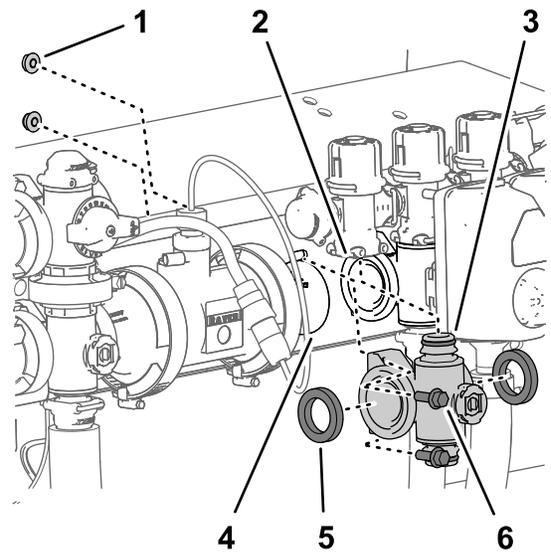

図 127
4. 左右のブームマニホルドのそれぞれをバルブサポートに固定しているフランジヘッドボルト $\frac{1}{4}$ x $\frac{3}{4}$ " 2本とフランジロックナット $\frac{1}{4}$ "2個を取り外す 図 127。
5. ブームバルブマニホルドとガスケットを下げてブームバイパスバルブをかわし、車体から取り外す 図 127。